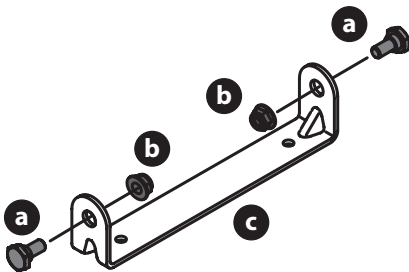

Figura 7
1. Extraiga los pernos con reborde (a) y las tuercas de seguridad (b) del soporte de montaje del asiento (c) incluido en el paquete de herrajes (Figura 7).